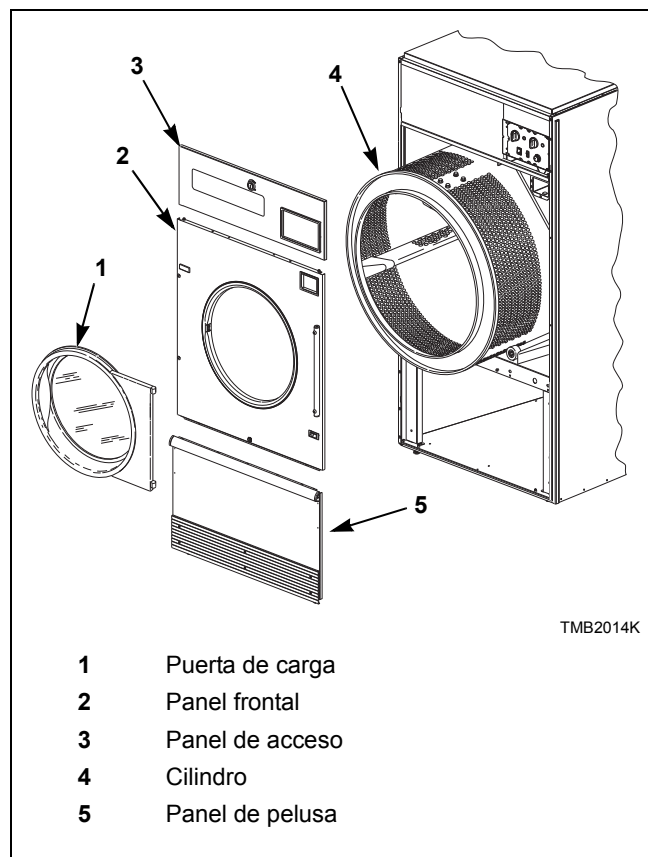

Figura 7
1. Quite la puerta de carga, el panel de acceso, el panel delantero y el panel de pelusa. Consulte la *Figura 7*.
5. Saque el cilindro a través del frente de la secadora. Consulte la *Figura 7*.